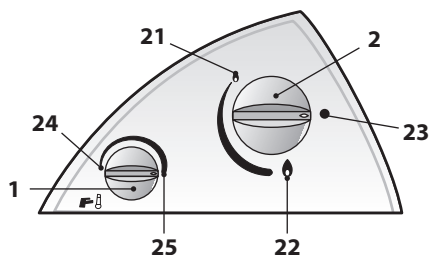

Figura 2.1
- Ruotare la manopola 2 (Figura 2.1) nella posizione 21 (funzionamento al minimo) o 22 (funzionamento al massimo) (Figura 2.1) e premerla leggermente.
Gli apparecchi sono costruiti per funzionare con pressione normale di acqua; inoltre sono provvisti di un selettore di temperatura 1 (Figura 2.1).
Con il selettore di temperatura ruotato completamente a sinistra (la temperatura dell'acqua calda diminuisce) (24 in Figura 2.1), si ottiene la massima erogazione d'acqua calda. Con lo stesso girato completamente a destra (la temperatura dell'acqua calda aumenta) si ottiene la minima erogazione d'acqua calda.